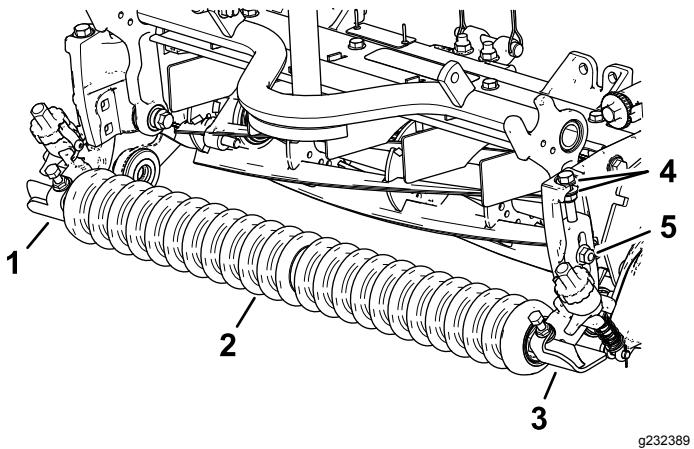

Рисунок 9
- Установите, не затягивая, левый и правый кронштейны высоты скашивания (НОС) в сборе и передний валик в сборе на боковые пластины режущего блока, используя ранее снятые каретные болты и контргайки (Рисунок 9).